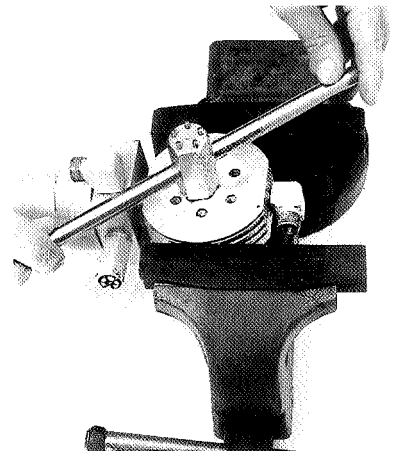

Abb. 8
- Unscrew the intake valve (4) with the special wrench (part no. KB 4555-645). (see fig. 8).
- Saugventil (4) mit Spezialschlüssel Best.-Nr. KB 4555-645 herausschrauben. (Siehe Abb. 8).
- Always replace o-ring (8).
- When reassembling the discharge valve (3), grease o-ring (8) slightly with vaseline.
- Carefully press in the pressure valve (3) (do not tilt!)
- Screw the intake valve (4) tightly with the special wrench (part no. KB 4555-645). (see fig. 8). The cutting ring must cut into aluminium.
- O-Ring (8) generell erneuern.
- Bei Montage des Druckventils (3) den O-Ring (8) leicht mit Vaseline einfetten.
- Druckventil (3) vorsichtig eindrücken (nicht verkanten).
- Saugventil (4) mit dem Spezialschlüssel Best.-Nr. KB 4555-645 fest einschrauben. Schneidring muß sich ins Aluminium einschneiden. (Siehe Abb. 8).